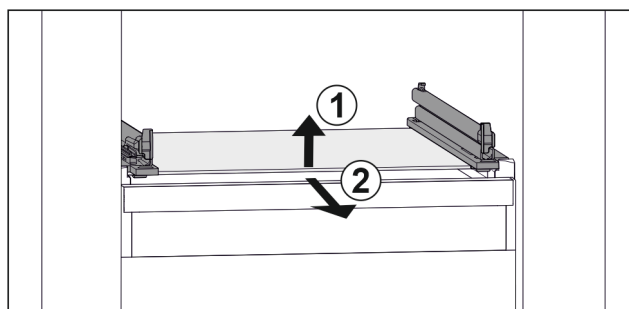

Fig. 52 Vejledende visning af glaspladen
- ▶ Løft glaspladen foran. Fig. 52 (1)
- ▶ Tag glaspladen ud fremefter. Fig. 52 (2)